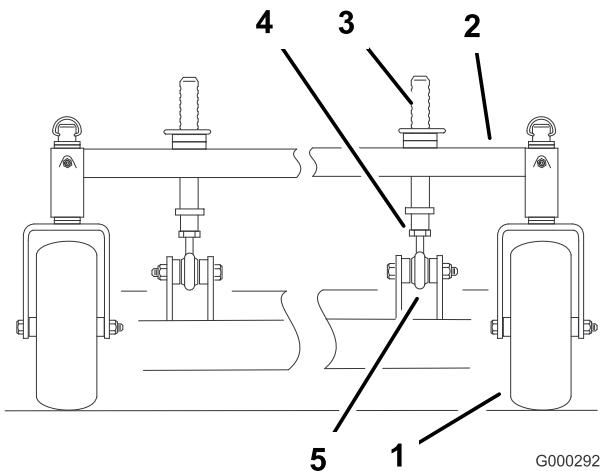

Figure 75
1. Vous pouvez régler les montants de hauteur de coupe avant pour modifier l'inclinaison avant/arrière (Figure 75).
2. Pour éléver l'avant du tablier de coupe, desserrez le contre-écrou et tournez la goupille avant dans le sens horaire (Figure 75).
3. Pour abaisser l'avant du tablier de coupe, desserrez le contre-écrou et tournez la goupille avant dans le sens antihoraire (Figure 75).
6. Resserrez les écrous de blocage (Figure 75).